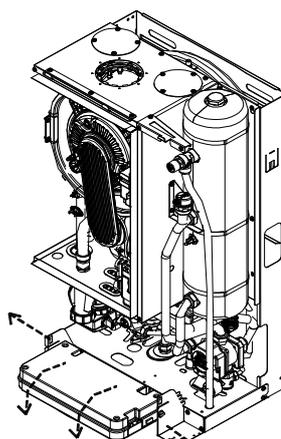

Fig. 17
- Saisir en même temps les équerres du panneau de commandes (Fig.17) et, en les écartant, baisser le panneau en le faisant tourner vers le bas